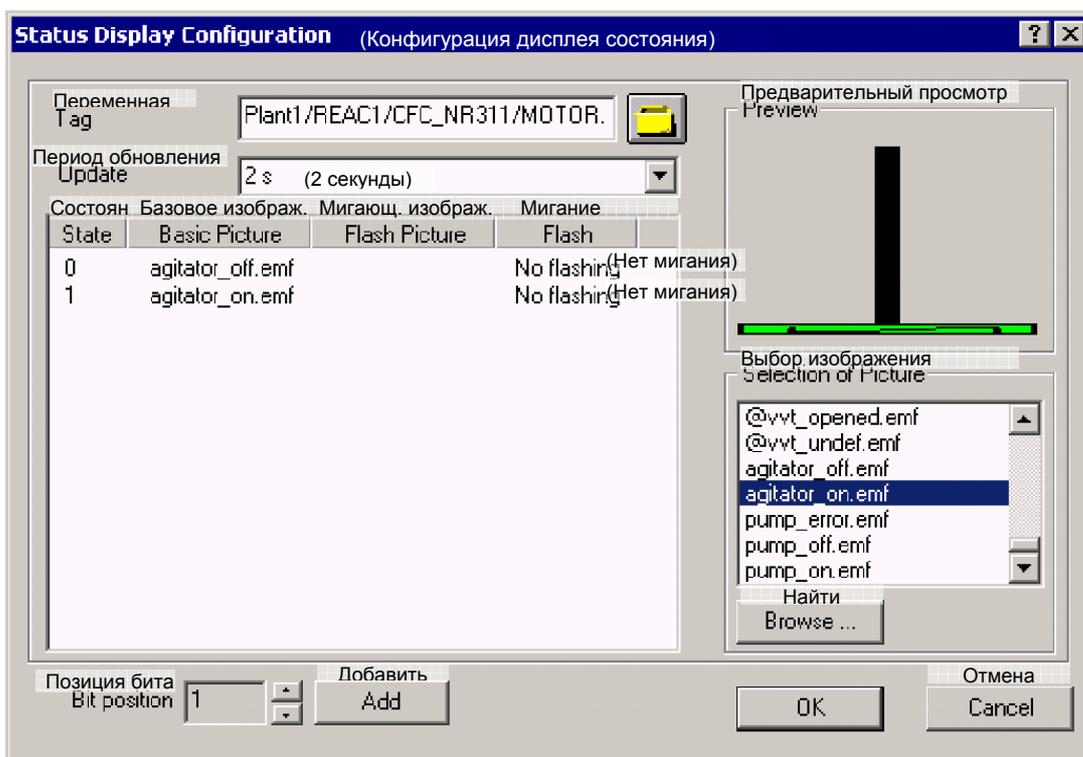

Рис. 8.18 Диалоговое окно "Status Display Configuration" ("Конфигурирование дисплея состояния")
9. Теперь щелкните на кнопке "Add" ("Добавить") (см. Рис. 8.18).